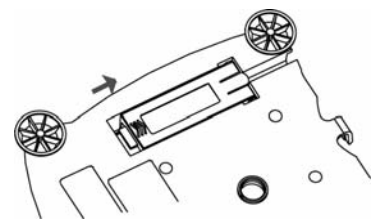

Figure 1 / Figura 1 / Figure 1 / Figura 1 / Abb 1
3. Pour les modèles TA, TAJ, SP, SPJ et SE: Connectez le câble de l'affichage auxiliaire au port Option sur la balance (Figures 1- 4). Remettez la balance sous tension.
3. Per i modelli TA, TAJ, SP, SPJ e SE: Collegare il cavo del display ausiliario alla porta opzioni della bilancia (Figure 1 – 4). Ricollegare il cavo di alimentazione della bilancia.
3. Für TA-, TAJ-, SP-, SPJ- und SE-Modelle: Schließen Sie das Kabel von der Zusatzanzeige am Optionsport auf der Waage an (Abb. 1 - 4). Schließen Sie die Waage wieder an der Stromversorgung an.